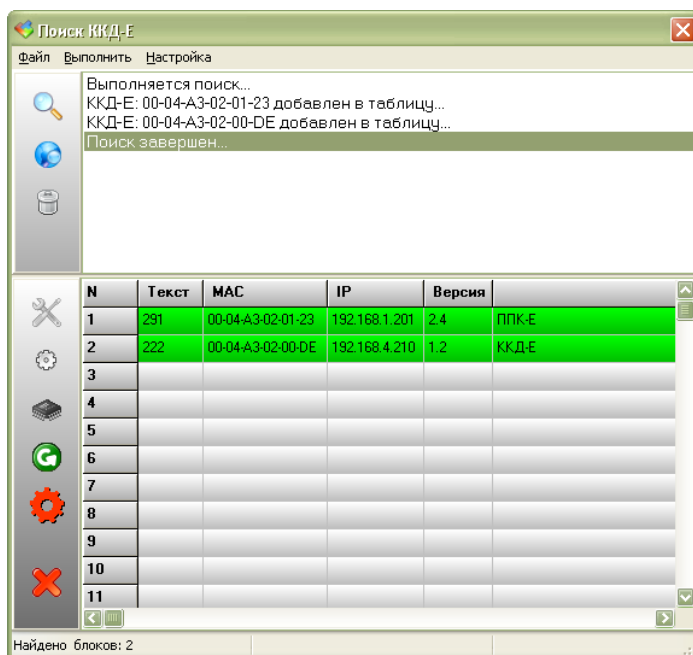

Рисунок 34 - Результаты поиска
3. Откроется окно поиска блоков ККД-Е широковещательными UDP пакетами (рисунок 34). В верхней части окна расположен текстовый отчет о выполнении поиска, а в нижней части окна расположена таблица с обнаруженными блоками ККД-Е.